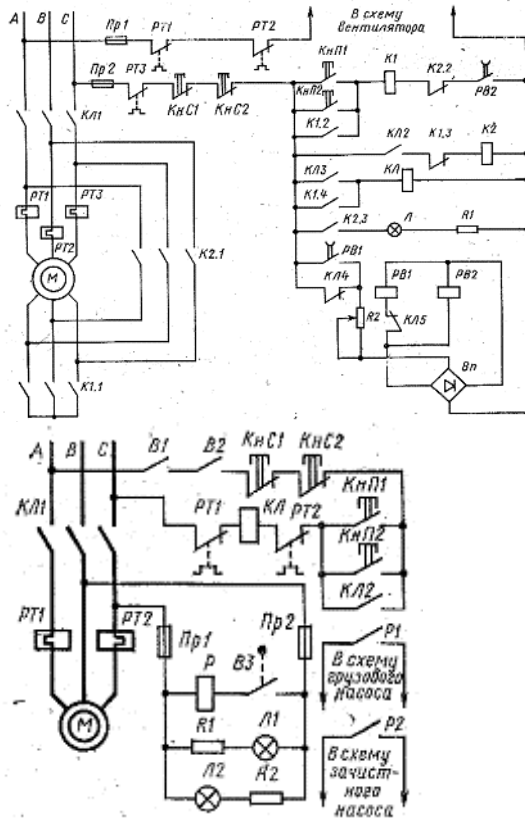

Рис. 3
3. Электрическое оборудование нефтеналивных судов, особенности эксплуатации, требования Регистра РФ (рис. 3).